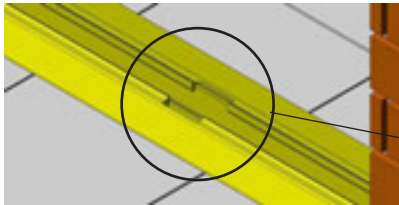

Figura 21
- Comenzar la instalación introduciendo la bisagra inferior de la 1ª hoja por el mecanizado del “Perfil Marco Inferior Embutido” (figura 21), manteniendo la bisagra superior lo más cerca posible del “Marco Perfil Superior” (figura 22).